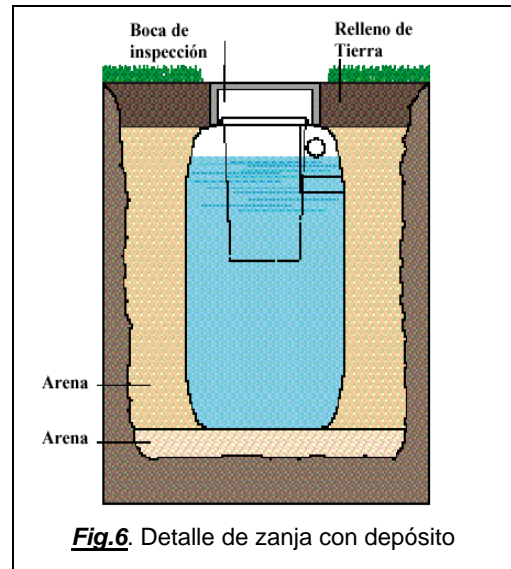

Fig.6. Detalle de zanja con depósito
4.2. Caso enterrado: Excavación de una zanja (Fig.6)